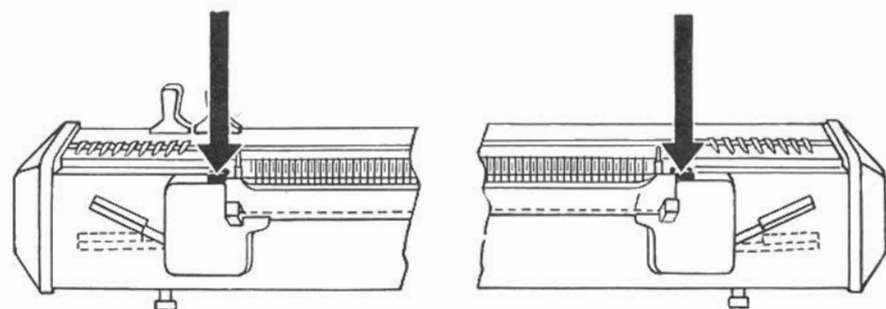

Fig. 2
**Pour bloquer le peigne :** Poser le peigne parallèlement à l'appareil dans les supports de peigne et appuyer vers le bas (fig. 2). Les deux leviers se déplacent automatiquement vers le haut et le peigne se trouve bloqué.